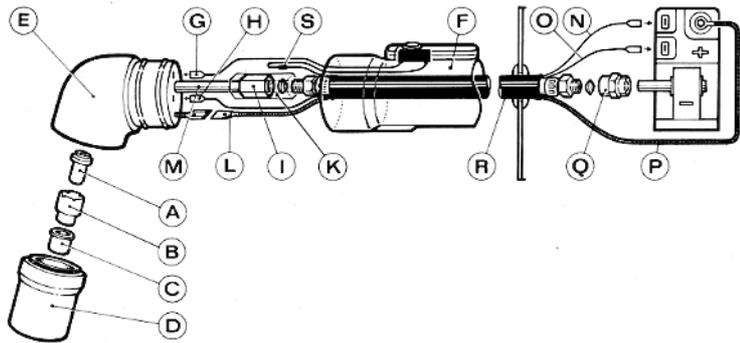

Abb. 4
1) Ersatz von Verschleisssteilen (Abb. 4).
2) Austausch des Schlauchpaketkörpers **E** (siehe Abb. 4)
3) Austausch des ganzen Schlauchpaket (siehe Abb. 4)
4) Austausch der Leitung R (siehe Abb. 4)
- die Leistungsfähigkeit des Verbindungsstücks L Abb. 4 auf Schlauchpaket;